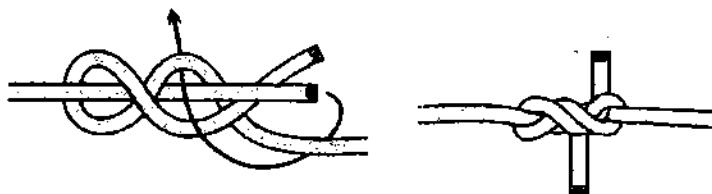

Рис. 778. Кинжалальный узел.
*Кинжалальный* и улучшенный *кинжалальный узел* считаются одними из лучших узлов для связывания тросов большого диаметра (рис. 778, 779). Этими узлами моряки связывали толстые канаты. *Кинжалальный узел* не хитрый, компактный, очень крепкий и надёжный, он легко развязывается после использования, если ослабить одну из крайних петель. *Кинжалальный узел* примечателен ещё и тем, что он отлично держит даже на гладкой синтетической верёвке. Улучшенный *кинжалальный узел* можно с успехом вязать и на синтетических лесках, на которых он выходит очень компактный.